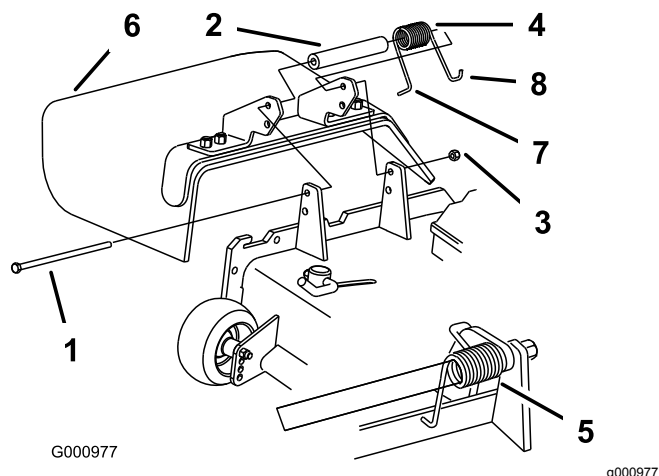

Bild 37
1. Entfernen Sie die Sicherungsmutter, Schraube, Feder und das Distanzstück, mit denen das Ablenkblech an den Drehhalterungen befestigt ist (Bild 37). Entfernen Sie defekte oder abgenutzte Ablenkbleche.
Hinweis: Stellen Sie sicher, dass sich das L-Ende der Feder hinter der Mähwerkkante befindet, bevor Sie die Schraube einsetzen, wie in Bild 37 abgebildet.
3. Setzen Sie die Schraube und Mutter ein. Führen Sie das J-förmige Hakenende der Feder um das Ablenkblech (Bild 37).